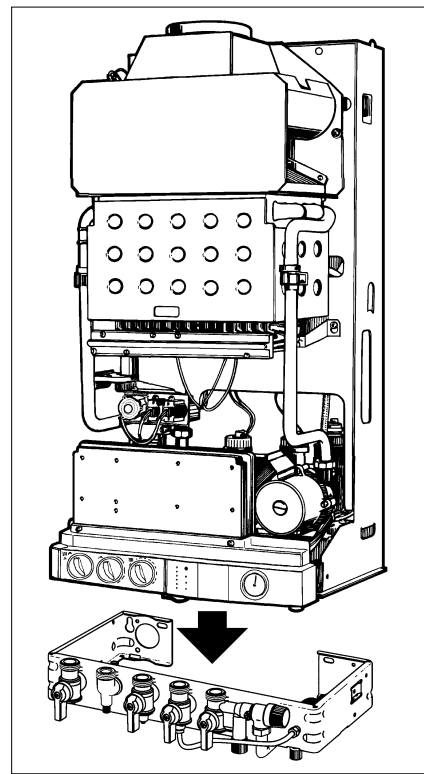

Fig. 10
- Présenter la chaudière au dessus de la barrette, la laisser descendre en appui sur celle-ci (fig. 10).
- Mettre en place les différents joints, "**G**" (**caoutchouc**) **sur le gaz, plus le filtre eau "F" sur l'eau froide**, et serrer les raccords des tubes de liaison en commençant par le tube gaz (fig. 10 a).
Fig.10 a